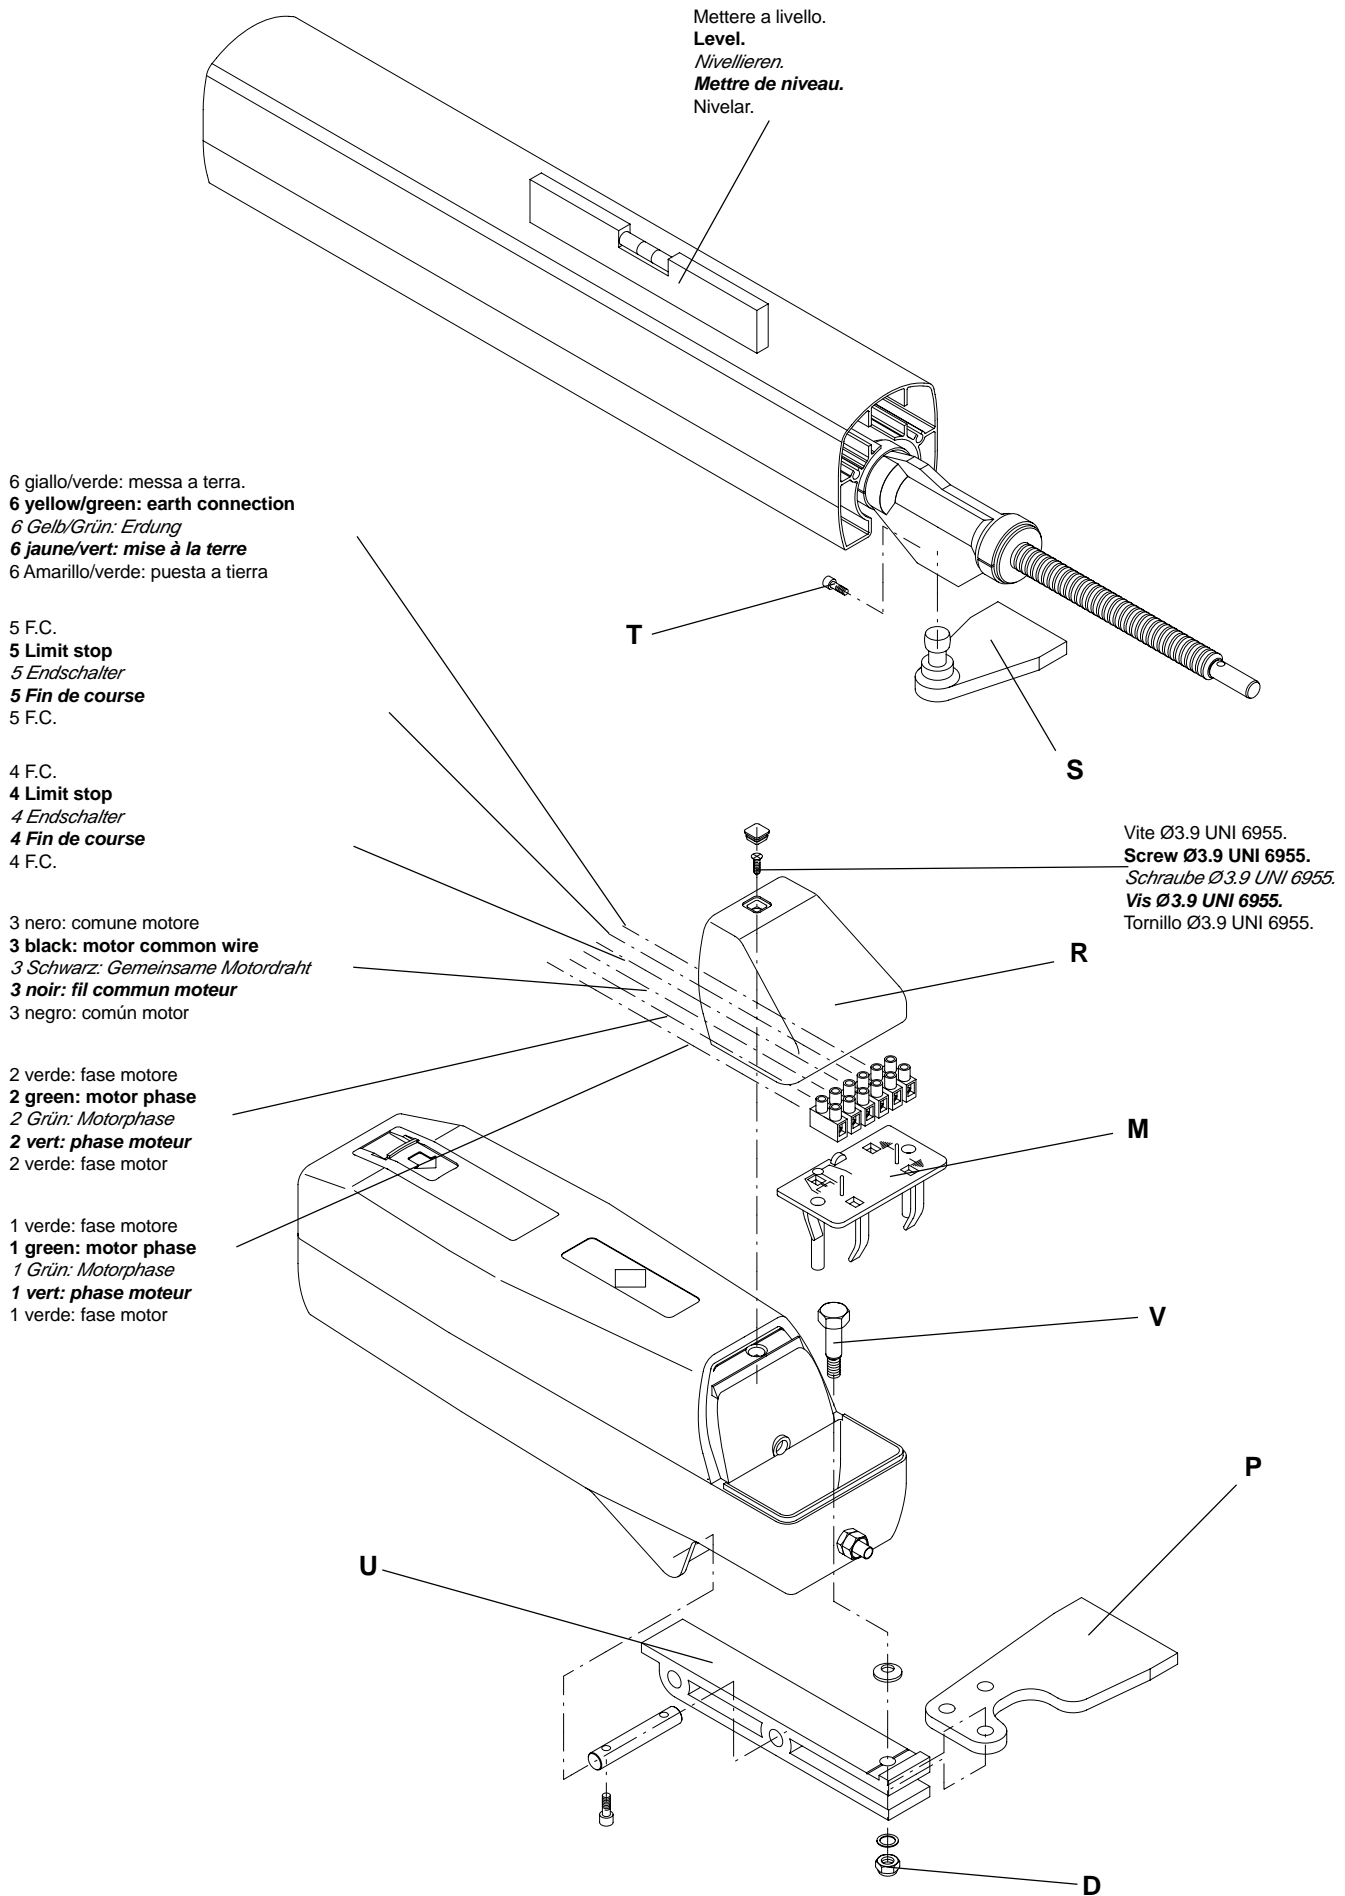

Fig.3
4.2 Con il portone in chiusura, saldare la staffa S allo stesso livello della piastra P (fig. 3) ad un traverso del portone o ad altro elemento adeguatamente robusto; tener presente che in questa condizione il pistone non deve essere totalmente a fine corsa.
4.2 When the gate is closing, weld the flask S at the same level of the plate P (fig. 3) to a gate ledger or to another stout element; please remember that in this condition the piston must not be totally at the end of its stroke.
4.2 Bei geschlossenem Tor den Bügel S auf gleicher Höhe mit der Platte P (Bild 3) an einen Querträger des Tores oder an einen anderen entsprechend festen Teil schweißen und dabei bedenken, daß der Kolben in diesem Zustand nicht ganz auf Endanschlag stehen darf.
4.2 Avec le portail en fermeture, souder la patte S au même niveau de la plaque P (fig. 3) à une traverse du portail ou à un autre élément de robustesse adéquate: veuillez tenir compte que dans cette condition le piston ne doit pas être totalement en fin de course.
4.2 Con la puerta cerrada, soldar la pletina S al mismo nivel de la placa P (fig. 3) a un travesaño de la puerta o a otro elemento adecuadamente robusto; se debe tener en cuenta que esta condición el pistón no debe estar totalmente